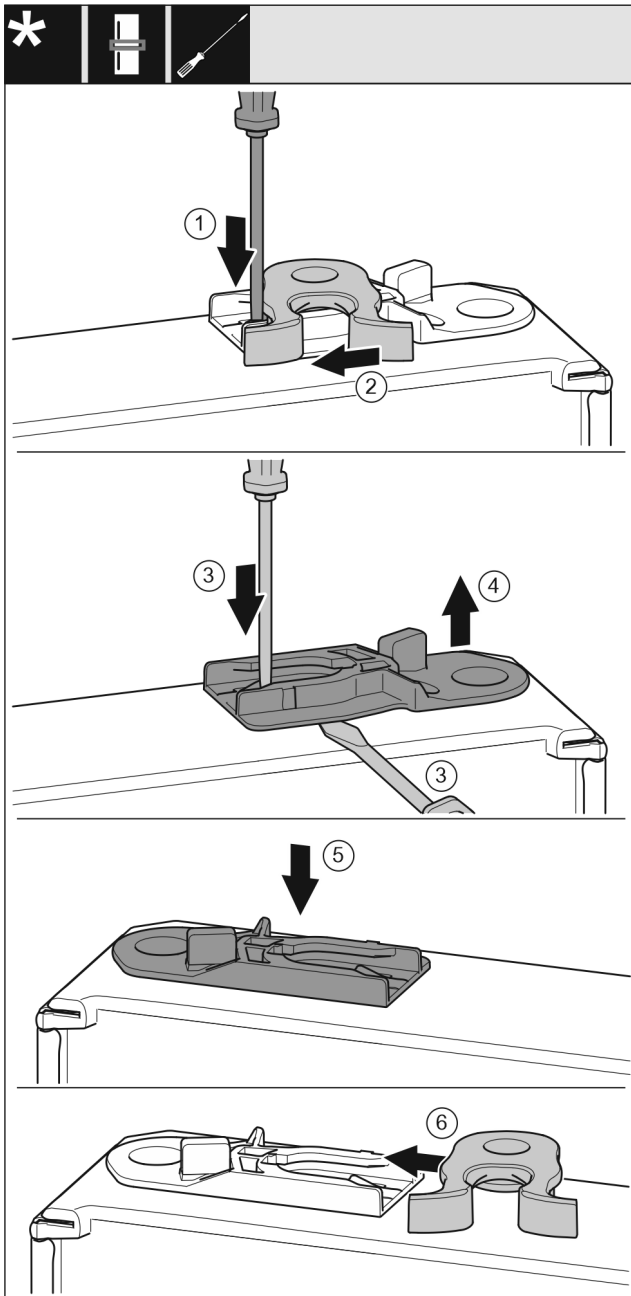

Fig. 19
- За допомогою шліцевої викрутки притисніть накладку Fig. 19 (1) униз.
- Витягніть із прямої запірний гачок Fig. 19 (2).
- Витягніть направляюче гніздо Fig. 19 (3, 4): Натисніть шліцевою викруткою накладку і одночасно підведіть її під направляюче гніздо.
- Направляюче гніздо Fig. 19 (5), що входить до складу поставки, вставити з іншого боку корпусу.
- Вставте запірний гачок Fig. 19 (6) в направляючу.